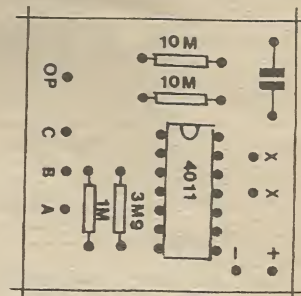

Fig.3
- FIG. 3 - **CHAPEADO DA MONTAGEM** - Agora vemos o lado oposto da plaquinha (não cobreado), já com todos os componentes devidamente posicionados (menos a cápsula piezo, a bateria e os contactos de toque/pressão...), identificados pelos seus códigos e valores... Observar que o integrado - sendo um componente *polarizado* - tem posição única e certa pra inserção, devendo sua extremidade marcada ficar voltada para o par de resistores de 10M. O capacitor, sendo único, não deixa dúvidas quanto ao seu posicionamento na placa... Quem tiver ainda dúvidas sobre a leitura do *código de cores* dos resistores, pode consultar o **TABELÃO APE**, para relembra (ou aprender...) o tema importante... Terminadas as soldagens, é bom conferir todas as posições e valores (fica fácil corrigir algum erro ou troca de posição, imediatamente após essa fase...), observando ainda se todos os pontos de solda (pela face cobreada...) ficaram bem feitos... Só então devem ser cortadas as sobras dos terminais, passando-se às conexões externas (detalhadas na próxima figura...) a serem feitas naquelas ilhas/furos periféricas, *desocupadas* e codificadas...